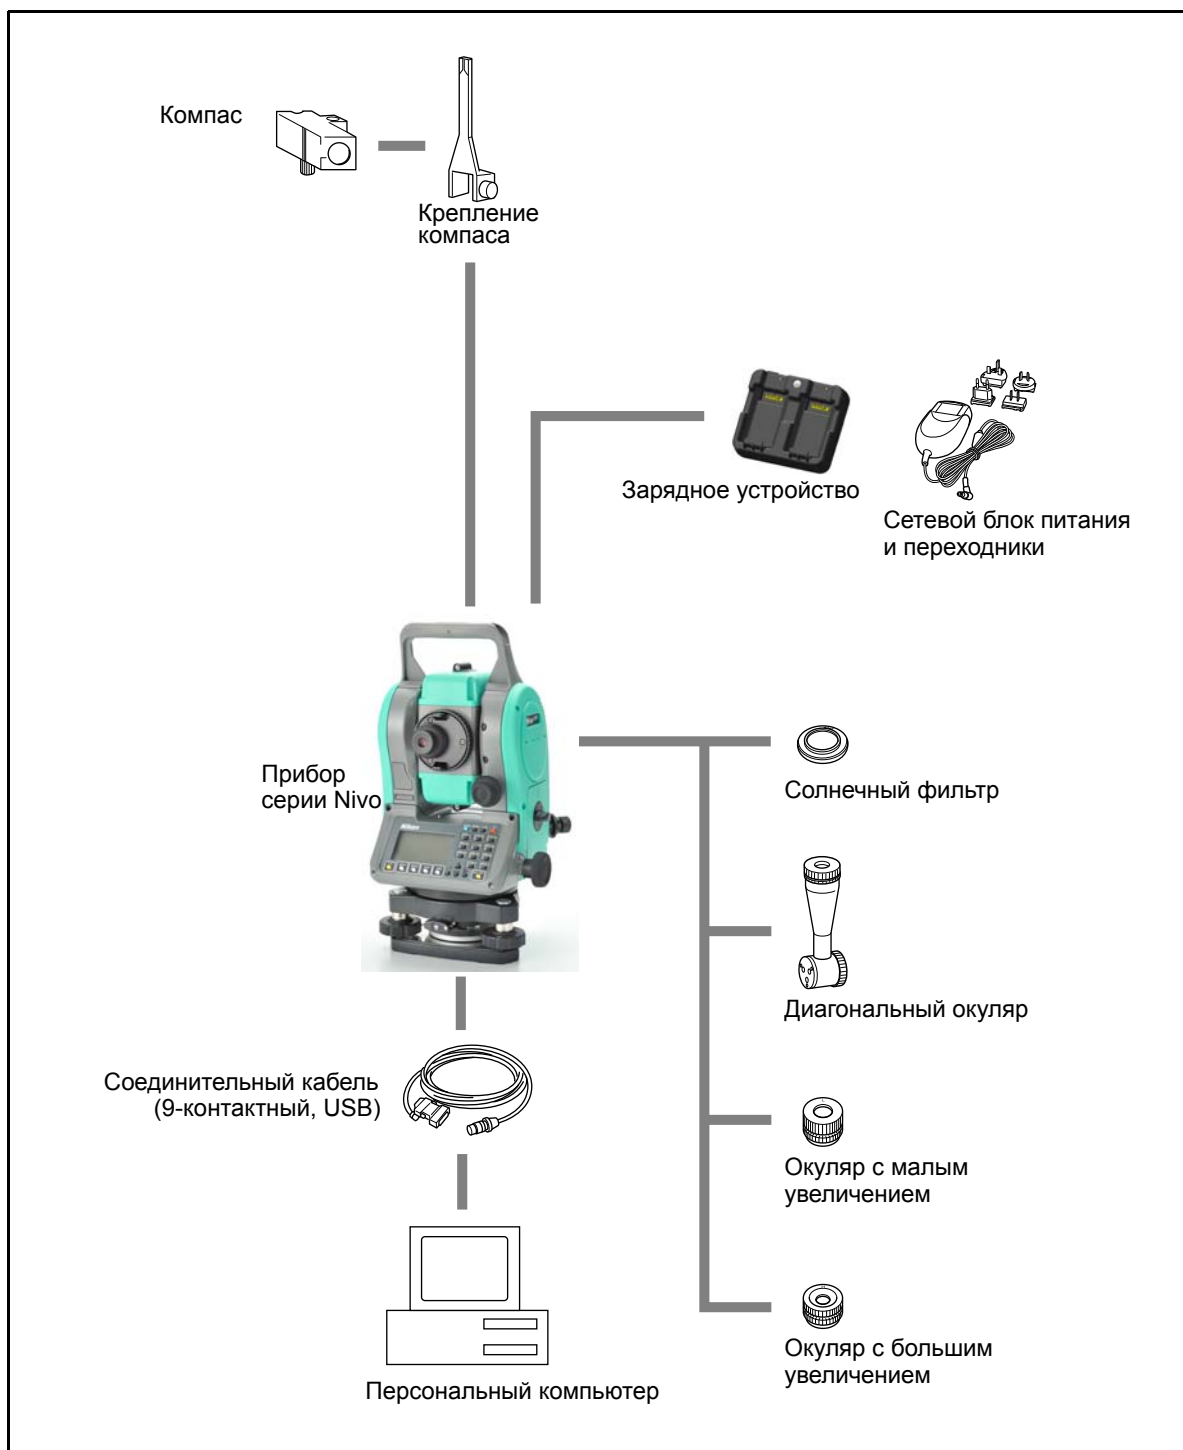

Рисунок 8.1 Компоненты измерительной системы
**ПРЕДОСТЕРЕЖЕНИЕ** – Соединения, не показанные на Рис. 8.1 на стр. 156 являются опасными для соединяемых приборов, используйте их на свой собственный риск.